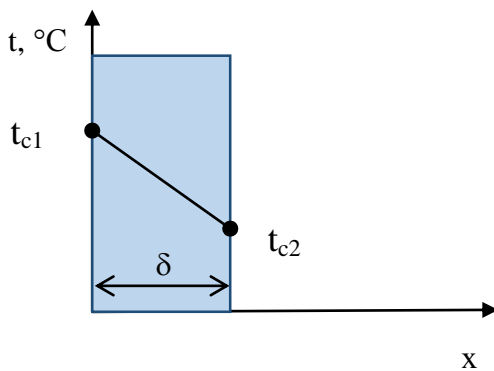

Рис. 3 - Розподіл температури в пласкій стінці
2.2.1 *Задача:* Визначити температурний напір (перепад температур) в пласкій стінці (рис.3), якщо $t_{c1}=125\text{ }^\circ\text{C}$, $t_{c2}=17\text{ }^\circ\text{C}$.